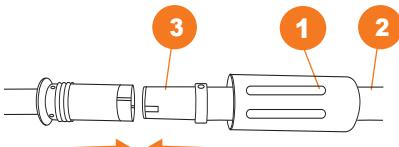

Рис. 2
- Отодвигните зажимной механизм ① на штанге ②, чтобы увидеть направляющую ③ соединительного элемента (Рис. 2).
- Закрепите штанги, закрутив зажимной механизм ①.